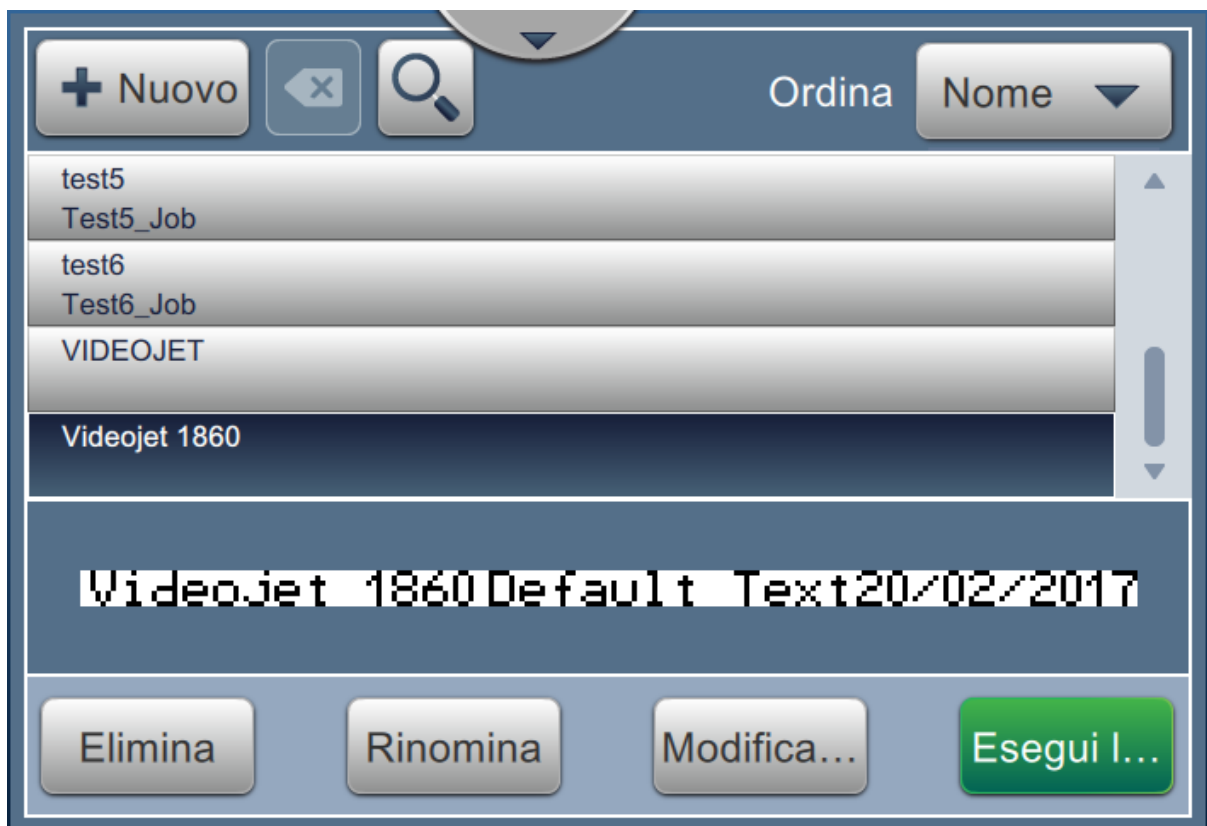

Figura 5-22: Elenco lavori
32. Il lavoro "Videojet 1860" viene aggiunto all'elenco dei lavori come mostrato nella Figura 5-22.